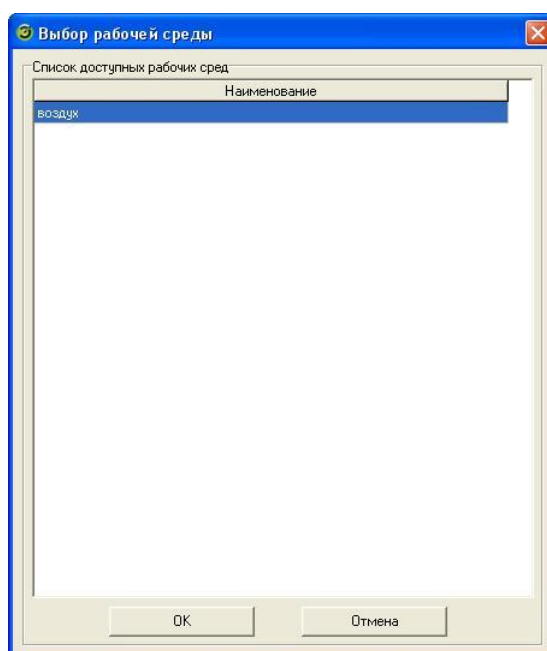

Рисунок 3.5.4 – Быстрое добавление рабочей среды
- Условия поверки. Данный подраздел предназначен для ввода климатических условий поверки: температуры окружающего воздуха в $^{\circ}\text{C}$, относительной влажности воздуха в %, атмосферного давления в мм. рт. ст., а также ввода рабочей среды (необязательное поле) и выбора даты проведения поверки из выпадающего календаря. Также возможно быстрое добавление рабочей среды из списка ранее введенных нажатием кнопки «+» (рисунок 3.5.4).